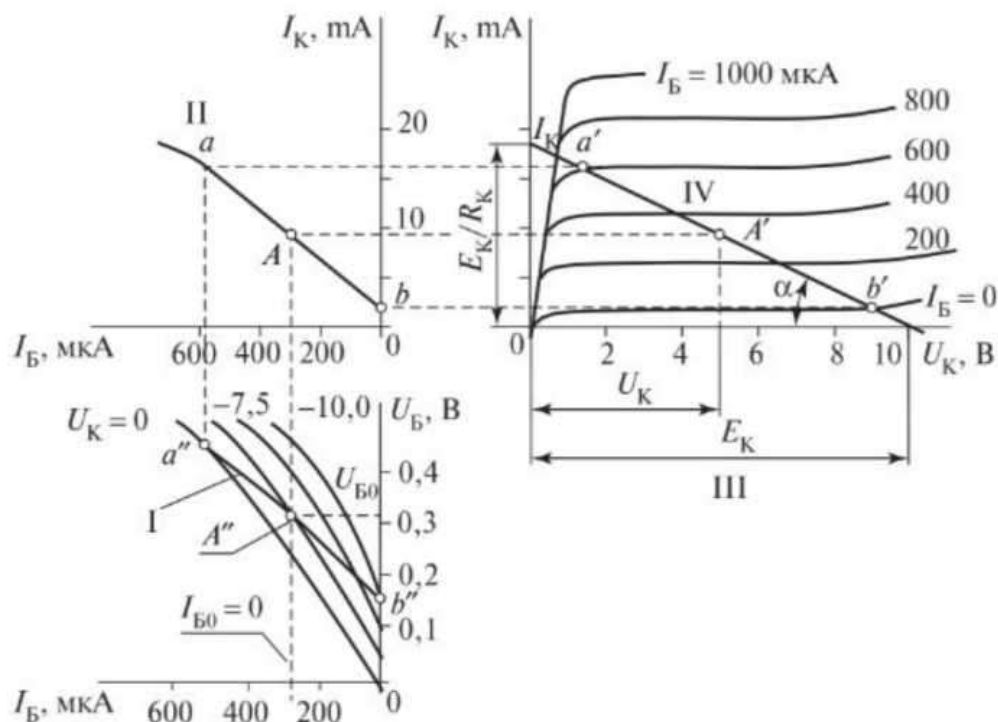

Рис. 13.5. Построение характеристик: динамической входной I, переходной (передачи тока) II, выходной III и нагрузочной IV при $E_K = 10$ В и $R_K = 500$ Ом
т.е. сумма падения напряжения на резисторе R_K и коллекторного напряжения U_K транзистора всегда равна постоянной величине — ЭДС источника питания. ВАХ коллекторного резистора R_K — $I_K = f(U_{R_K})$ является линейной, а ВАХ транзистора $I_K = f(U_K)$ представляют собой нелинейные коллекторные характеристики транзистора, включенного по схеме с ОЭ (рис. 13.5).
Расчет такой нелинейной цепи, т.е. определение I_K , U_K и U_{R_K} для различных значений токов базы I_B и сопротивлений резистора R_K , можно провести графически. Для этого на семействе коллекторных характеристик (см. рис. 13.5) необходимо провести из точки E_K на оси абсцисс нагрузочную ВАХ резистора R_K , удовлетворяющую уравнению
Эту характеристику удобнее строить по двум точкам: $U_K = E_K$ при $I_K = 0$ на оси абсцисс и $I_K = E_K/R_K$ при $U_K = 0$ на оси ординат. Построенную таким образом ВАХ коллекторного резистора R_K часто называют *линией нагрузки* (см. рис. 13.5, характеристика **IV**).
С помощью линии нагрузки можно построить динамическую входную характеристику I_B , т.е. зависимость $I_B = f(U_B)$ при включенном в коллекторную цепь резисторе R_K (см. рис. 13.5). Отличие динамической входной характеристики от статической заключается в том, что статическую характеристику $I_B = f(U_B)$ определяют при $U_K = \text{const}$. Это условие не выполняется для динамической характеристики, так как разным значениям I_B соответствуют разные значения I_K , следовательно, и U_K (т.е. $U_K \neq \text{const}$). Однако входные характеристики для разных значений U_K отличаются незначительно, поэтому в качестве динамической характеристики принимают обычно усредненную статическую входную характеристику.
Анализ работы усилительного каскада удобно проводить с помощью переходной характеристики $I_K = f(I_B)$, которую строят по точкам пересечения линии нагрузки с коллекторными выходными характеристиками (см. рис. 13.5).
На рис. 13.5 помимо коллекторных (выходных) характеристик III приведена динамическая входная характеристика I, повернутая на 90° , и дано построение переходной характеристики II. Видно, что переходная характеристика имеет практически линейный участок ab при изменении тока базы от нуля до некоторого значения, зависящего от типа транзистора и сопротивления R_K . Проецируя этот участок на линию нагрузки и динамическую входную характеристику, отметим на них соответствующие участки $a'b'$ и $a''b''$. Сопротивление резистора R_K выбирают исходя из требуемого усиления
- постройте переходную характеристику (II, рис. 13.5), выберите $E_K = 80$ В для КТ601, $E_K = 16$ В для КТ315;